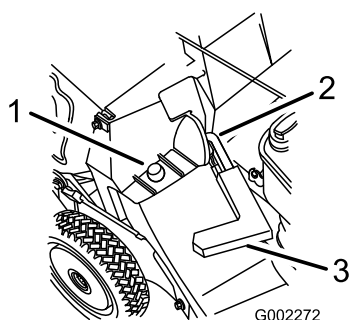

Figura 24
2. Asegúrese de que el tirador de la puerta de descarga está totalmente hacia adelante y que la clavija está situada en el cierre (Figura 24).
2. Levante el tirador de la puerta de descarga y muévalo hacia adelante para que la clavija entre en el cierre (Figura 24).